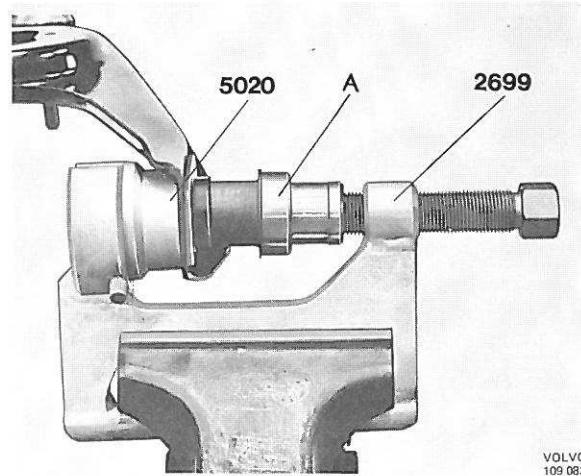

Figure 43. Montage des bagues, triangle inférieur de commande
2. Monter les nouvelles bagues avec le mandrin 2705, ainsi que le mandrin 2904 ou 2905 selon le modèle de bague et de triangle de commande. Disposer le mandrin A comme indiqué sur la figure 43, et, comme pour le démontage, se servir des outils 2699 et 5020.